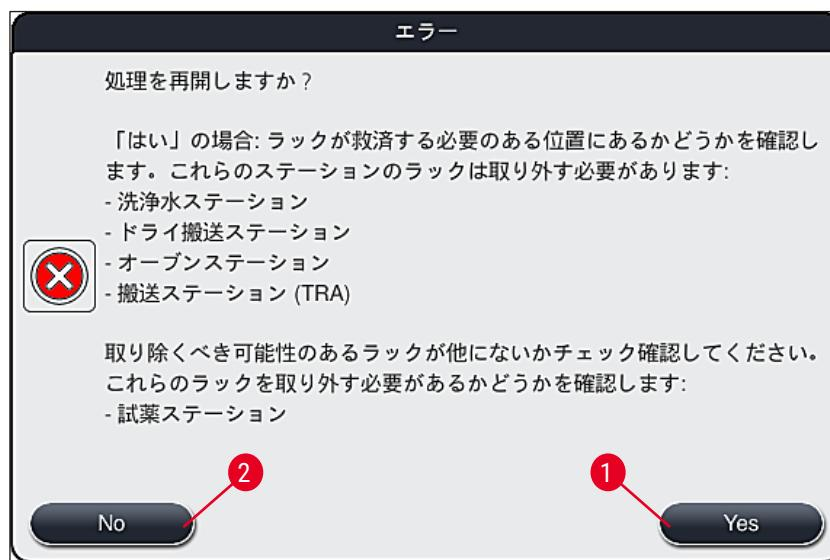

図 110
4. ここでオペレーターは、染色プロセスを再開するか (→ P. 131 – 8.2.2 電源障害後の染色処理の再開)、またはキャンセルするか (→ P. 133 – 8.2.3 電源障害後の全染色処理のキャンセル) (→ 「図 110」) を選択できます。
- 直前の情報メッセージ（→「図 110」）に従って救済を要するラックを装置から取り出し、画面上の対応するステーション（→「図 111-1」）を押して取り出したことを確認します。
染色処理をキャンセルし、前の選択メニュー(→「図110」)に戻るには、「キャンセル」ボタン(→「図112-2」)を押します。